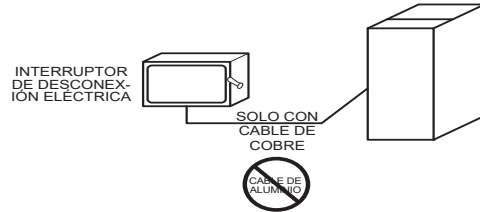

Fig. 34 – Caja eléctrica externa no incluida en la carcasa del calefactor
1. Taladre dos (2) agujeros guía de 1/8 in (3 mm) a través de las hendiduras de la carcasa del calefactor cerca del agujero prepunzonado de 7/8 in en uno de los lados de la carcasa. No quite la tapa del agujero prepunzonado del lado de la carcasa.
9. Conecte los cables de alimentación y neutro del sitio a los cables de alimentación del calefactor dentro de la caja eléctrica externa, como se muestra en la Fig. 34.